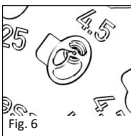

Fig. 6
■ **Fig. 6** Il punzone della protesi deve poggiare sulla base della cavità e la testa deve entrare completamente nella cavità apposta, in modo che la superficie superiore della testa sia a filo della superficie del disco sizer.